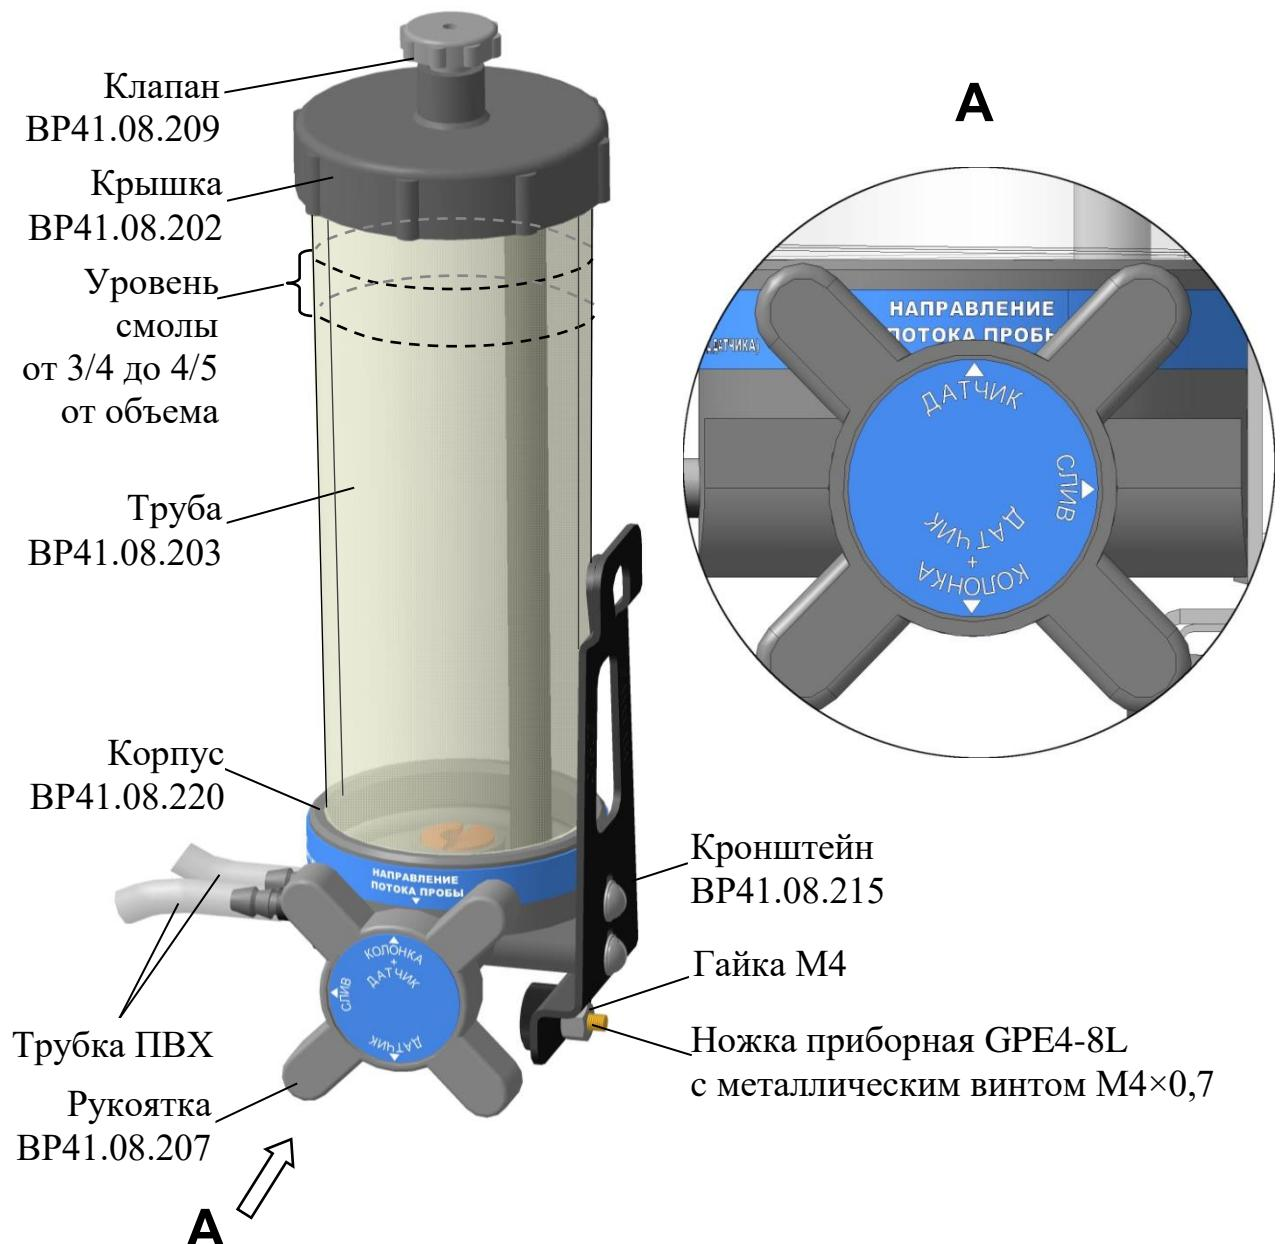

Рисунок 2.6 – Колонка ионно-обменная ИОК603 BP41.08.200
- снять гайку M4 с ножки приборной GPE4-8L с металлическим винтом M4×0,7 (рисунок 2.6)